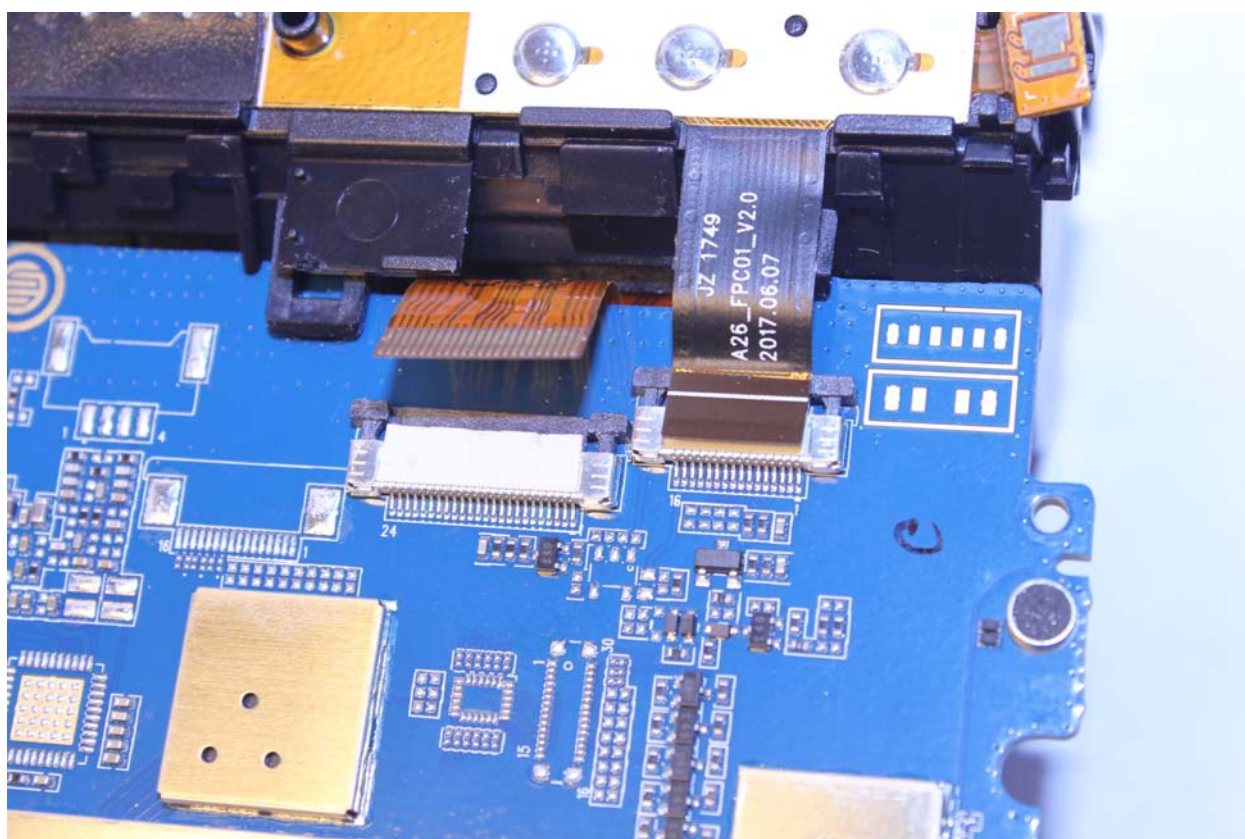

рис. 20
- отсоединить два шлейфа на обратной стороне МП (см. рис. 20)